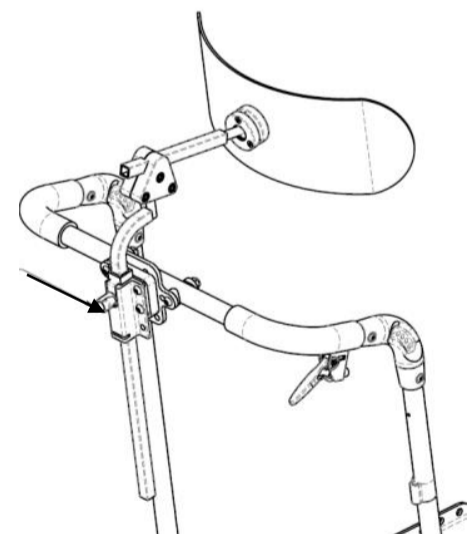

Fig. 15.48 Poggiatesta
1. Allentare la vite che blocca l'asta del poggiatesta al suo attacco e far scorrere il tutto verso l'alto fino a sfilarlo dall'attacco (Fig. 15.48).